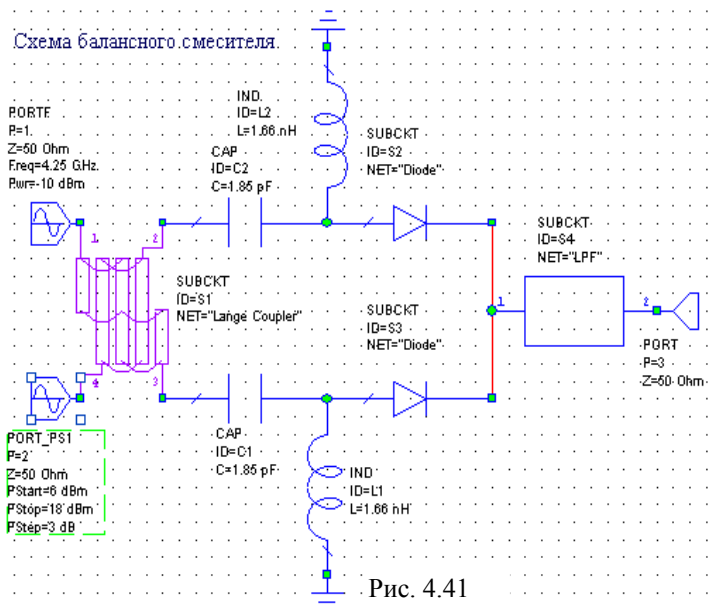

Рис. 4.41
23. Дважды щёлкните по порту **PORT_PS1** и в открывшемся окне свойств введите **PStart=6 dBm**, **PStop=18 dBm**, **PStep=3 dB** (мощность гетеродина). Нажмите **OK**. Должна получиться схема, показанная на рис. 4.41.